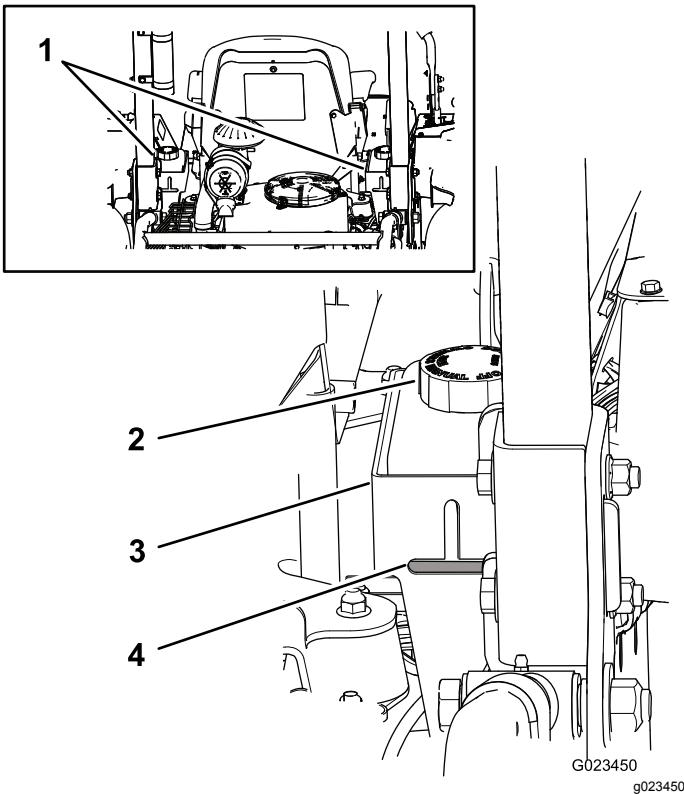

Figura 17
Los depósitos de la máquina se llenan en la fábrica con fluido hidráulico de alta calidad. El mejor momento para comprobar el fluido hidráulico es cuando el fluido está frío. La máquina debe estar configurada para el transporte. Si el nivel del fluido está por debajo de la parte superior de la zona horizontal de la mirilla, situada en la parte trasera de los depósitos hidráulicos (Figura 17), añada fluido hasta que llegue a un nivel aceptable. **No llene demasiado los depósitos.** Si el nivel del fluido está en la parte superior de la zona horizontal de la mirilla, no es necesario añadir más fluido. El fluido de recambio recomendado es:
Nota: El nivel de fluido debe llegar a la parte inferior de cada orificio, según se muestra en Figura 17.
- A. Limpie la zona alrededor de los tapones de los depósitos de fluido para evitar que entren residuos en el sistema (Figura 17).